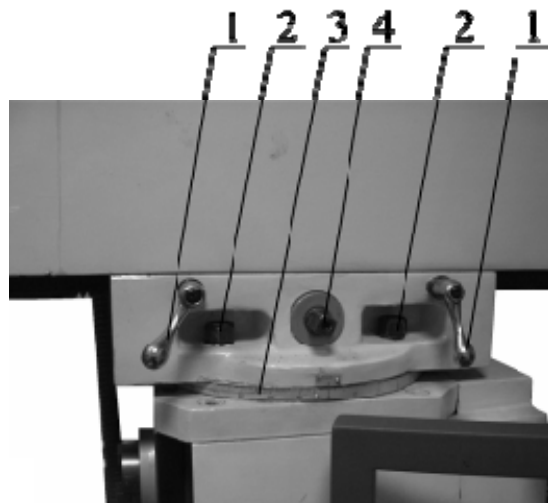

Рисунок 12
**Перемещение хобота (рис. 12).**